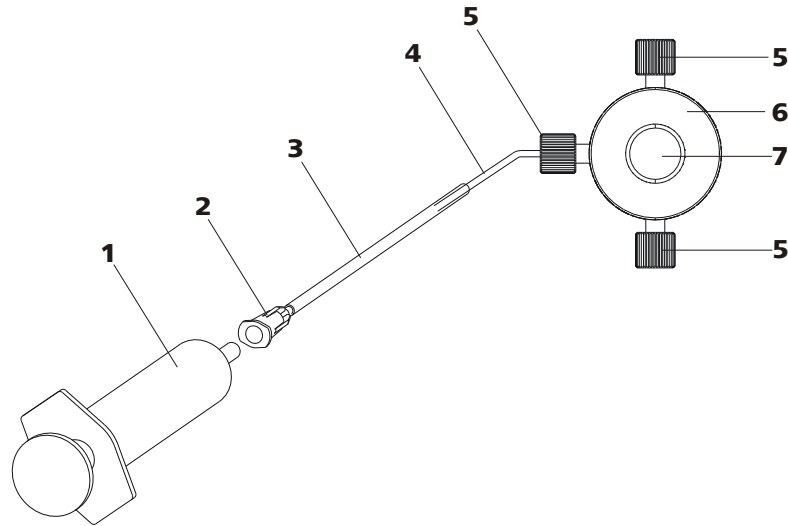

Abbildung 15 Hochdruckpumpe entlüften
Entlüften Sie die Hochdruckpumpe wie folgt (*siehe Abbildung 15, Seite 34*):
- Spritze (15-**1**) in den Luer-Anschluss (15-**2**) der Purge-Kanüle stecken (siehe Abbildung 15, Seite 34).